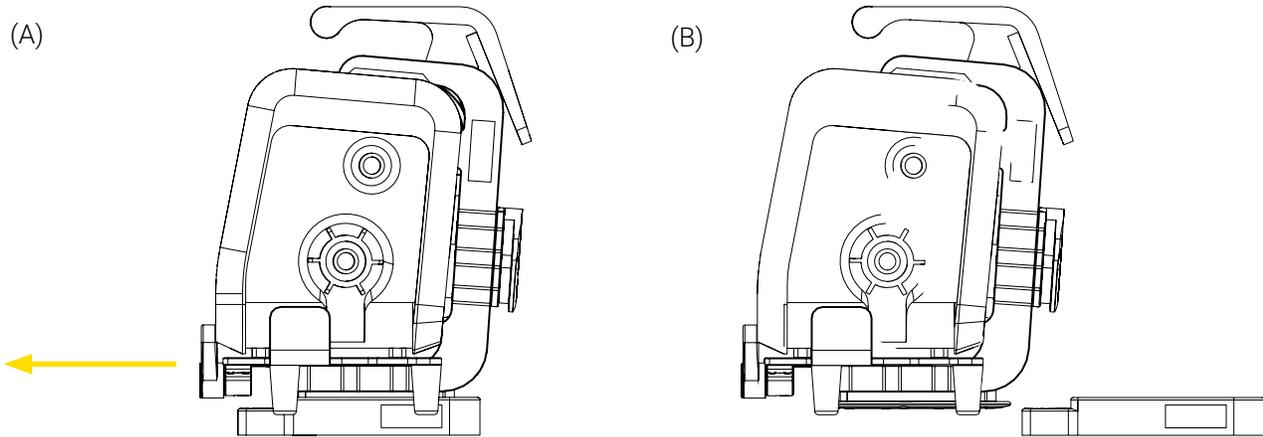

Figure 12: Retrait du support Bracket Pro Serie 60 - GR de la Standard Surface Base
2. Appuyer et maintenir enfoncé le bouton du mécanisme à déclenchement rapide de la Standard Surface Base, puis tirer le support horizontalement à l'aide de la poignée pour le retirer de la Standard Surface Base (Figure 12) et le mettre de côté.